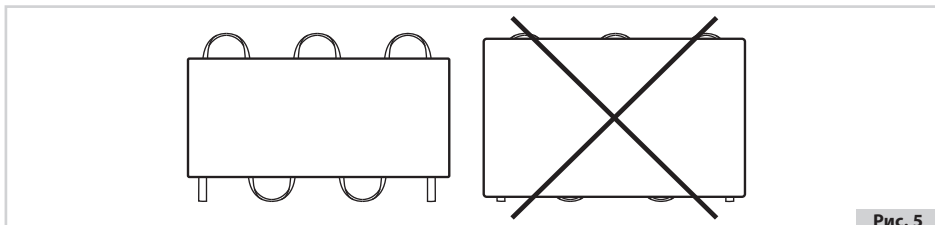

Рис. 5
- 8.12 При монтаже кабеля марки СТЕ не допускается наступать на нагревательный кабель, ставить на него инструмент, оснастку, другие тяжелые предметы или предметы с острыми краями. Для предотвращения механического повреждения при раскладке и заливке нагревательного кабеля стяжкой использовать гладкие дощатые или фанерные щиты, которые укладывать только на плоские участки секций (см. рис. 5).